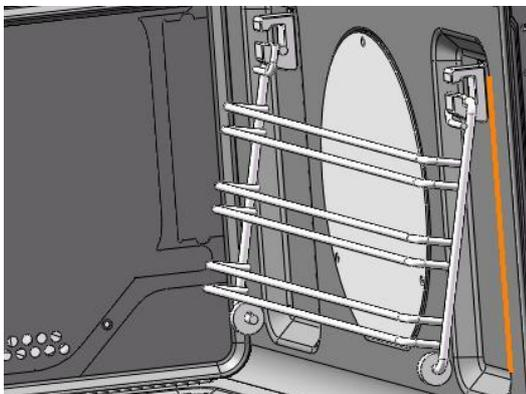

Fig.3
• Los soportes de estante lateral (Fig.3)